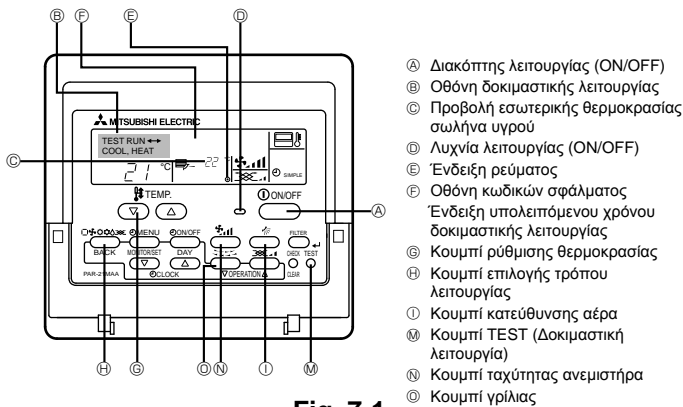

Fig. 7-1
7. Δοκιμαστική λειτουργία (Fig. 7-1)
Με ενσύρματο τηλεχειριστήριο (Fig. 7-1)